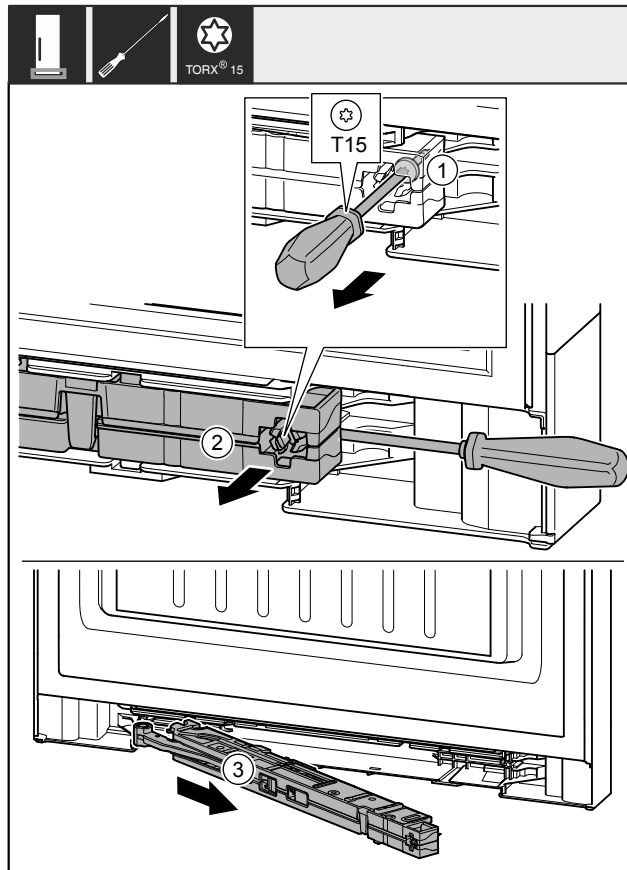

Fig. 11
- ▶ За допомогою викрутки відкрутіть гвинт Fig. 11 (1) на демпферному вузлі приблизно на 14 мм.
- ▶ За допомогою викрутки посуньте демпферний вузол Fig. 11 (2) з боку ручки у напрямку вперед.
- ▶ Витягніть демпферний вузол Fig. 11 (3).